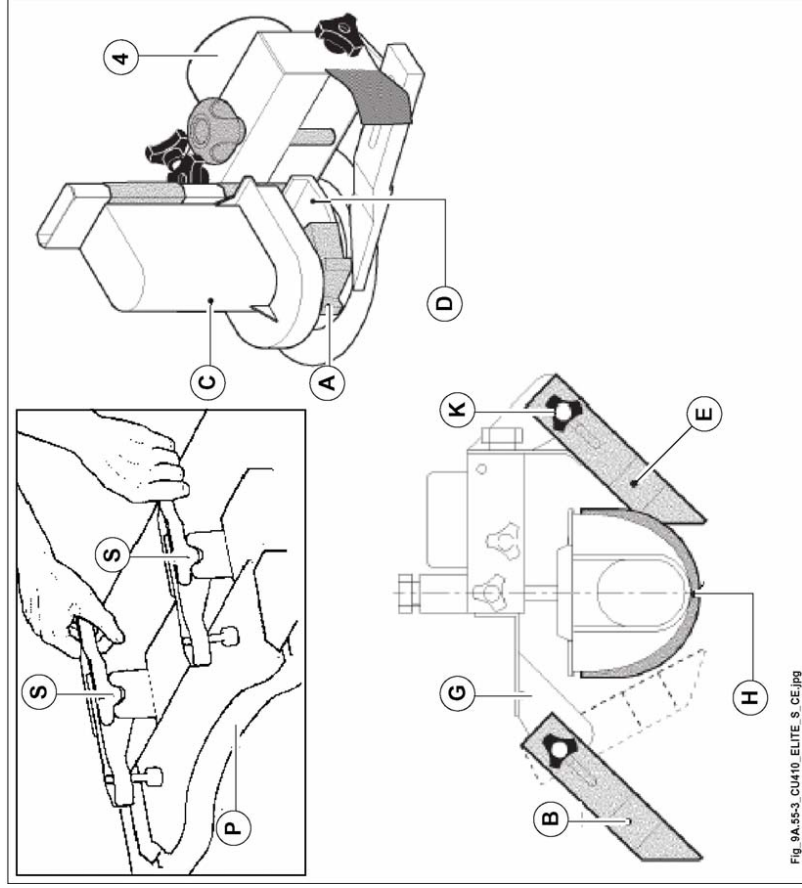

Abb. 9.55-3
Durchführung von Profilen entlang krummer Linien Die Formgebung erreicht man mit Hilfe der Fräse (A Abb. 9.55-3) und des Kopierings (D Abb. 9.55-3), die beide auf der Haube (C Abb. 9.55-3) montiert sind.
Schließen Sie den Absaugstutzen (4 Abb. 9.55-3) an die Absauganlage an.
Bei der Verarbeitung die Form gegen die Führung (H Abb. 9.55-3), die an der Halterung befestigt ist, und bis zum Bezug (H Abb. 9.55-3) schieben, der auf der Lünette eingestanz ist.
Der Bezug (H Abb. 9.55-3) gibt den Punkt der maximalen Durchlasstiefe an.
für eine regelmäßige Abtragung muss die gesamte Bearbeitung in Abhängigkeit von dem Bezug (H Abb. 9.55-3) ausgeführt werden.
Die Schablone (P Abb. 9.55-3) mit festem Werkstoff (z.B. Mehrschichtplatte) fertigen; außerdem soll die Schablone mit Spannvorrichtungen (S Abb. 9.55-3).
- Bugel (G Abb. 9.55-3) wie unter Abschnitt 4.3.73.5 angegeben montieren.
Die Führung (E Abb. 9.55-3) auf die entgegengesetzte Seite (B Abb. 9.55-3) setzen, nachdem der Knauf (K Abb. 9.55-3) gelockert worden ist.
legen Sie die Hände mit geschlossenen Fingern flach auf das Holzstück, drücken Sie das Holzstück gegen den Fräsanschlag (E Abb. 9.55-3) oder den geraden Teil des Anschlages und schieben Sie das Stück gleichmäßig vorwärts.